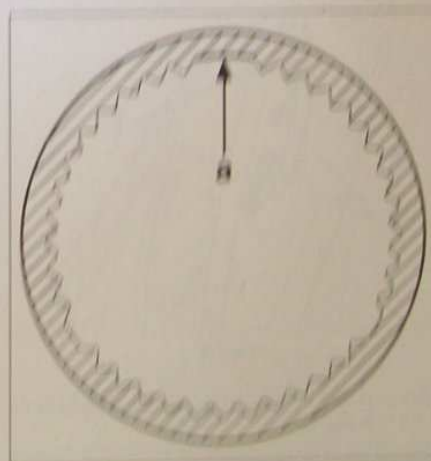

FIG. 6
• Aligner la partie sans cannellure (a) du volant avec la partie sans cannellure de la colonne de direction (fig. 6).